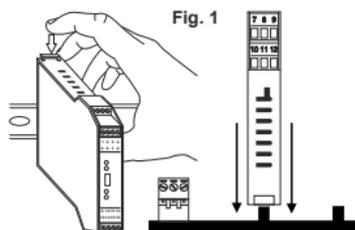

Fig. 1
- 2) Introducir el conector trasero IDC10 del módulo en una ranura libre del accesorio para el carril OMEGA como se muestra en la **Fig.1** (la introducción es unívoca porque los conectores son polarizados).
- 3) Para fijar el módulo al carril OMEGA, apretar los dos ganchos ubicados a los lados del conector posterior IDC10 como se muestra en la **Fig. 1**.